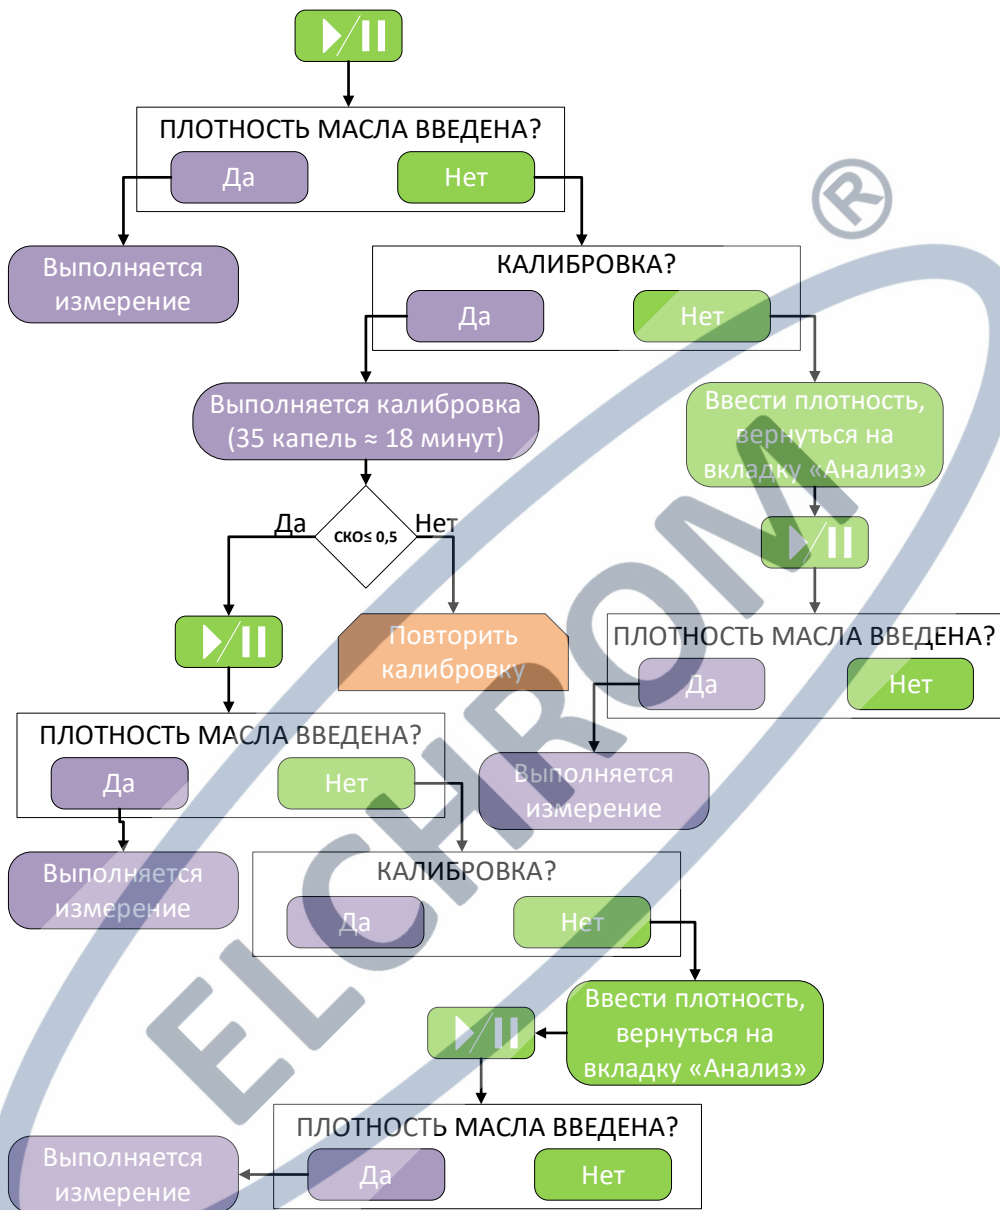

Рис. 11. Блок-схема управления прибором на экранном меню
7.6.1 После заполнения данных на вкладках «Проба» и «Настройки» на экранном меню следует перейти во вкладку «Анализ» и нажать кнопку «Старт/Пауза» (рис. 11).
7.8.2 Нажать на сенсорном экране кнопку «Старт/пауза» и выбрать требуемые в диалоговом окне «Плотность масла введена?» (рис. 11) «Да» (предполагается, что калибровка уже выполнена и плотность масла введена).